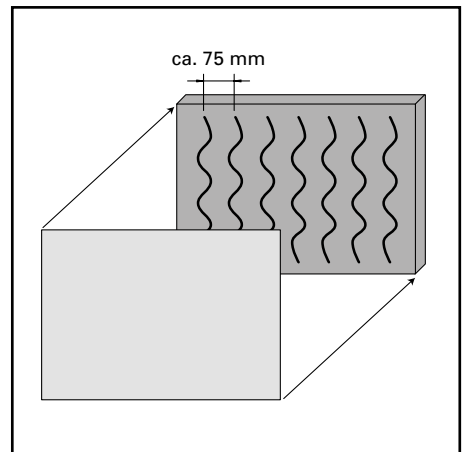

Abb. 9 / Fig. 9 / Fig. 9
**(Abb. 9)**
**avec tôle d'acier** (Fig. 9)
**(fig. 9)**